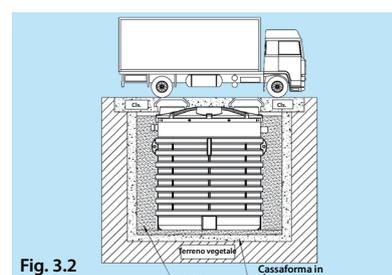

Fig. 3.2
**Fig. 3.2** - Per rendere il serbatoio idoneo al transito veicolare pesante è necessario realizzare una **cassaforma in calcestruzzo armato** gettata in opera ed una idonea **soletta in calcestruzzo** con perimetro maggiore dello scavo del serbatoio in modo da distribuire il peso sulle pareti del contenimento e non sul manufatto. Si suggerisce di stendere un letto di sabbia alto 10 cm anche sul fondo della cassaforma per riempire gli spazi delle corrugazioni presenti alla base della cisterna. La cassaforma e la soletta dovranno essere sempre dimensionate, in relazione alla portata, da un **professionista specializzato**. Il riempimento del serbatoio ed il rinfiango devono essere sempre effettuati in modo graduale come specificato precedentemente (Vedi par. 2.1).